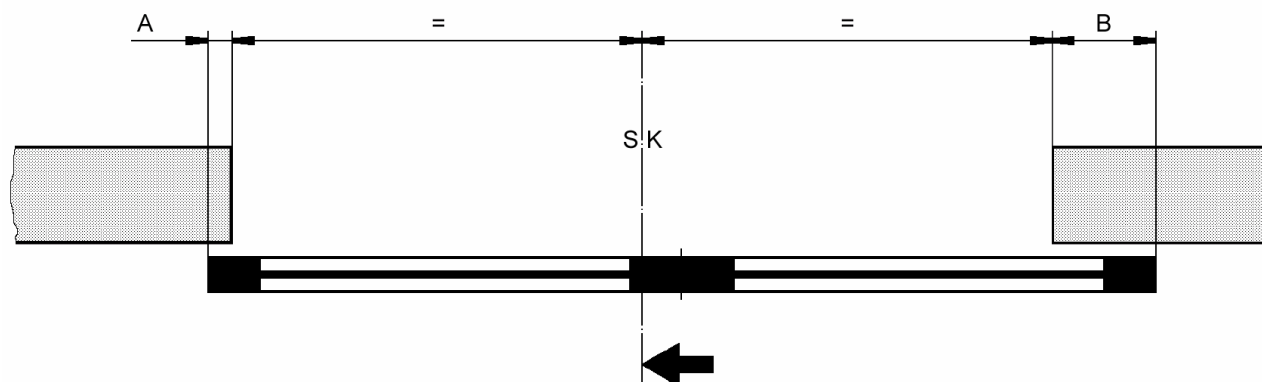

Рисунок 3.14 – Выставление центра двери до совпадения с осью SK
2. Обе створки (24) сдвинуть вместе и поставить их так, чтобы расстояние А было равно расстоянию В (см рисунок 3.14). В случае если такой перестановки недостаточно, необходимо проверить длину ремней или расстояние С (см. приложение).